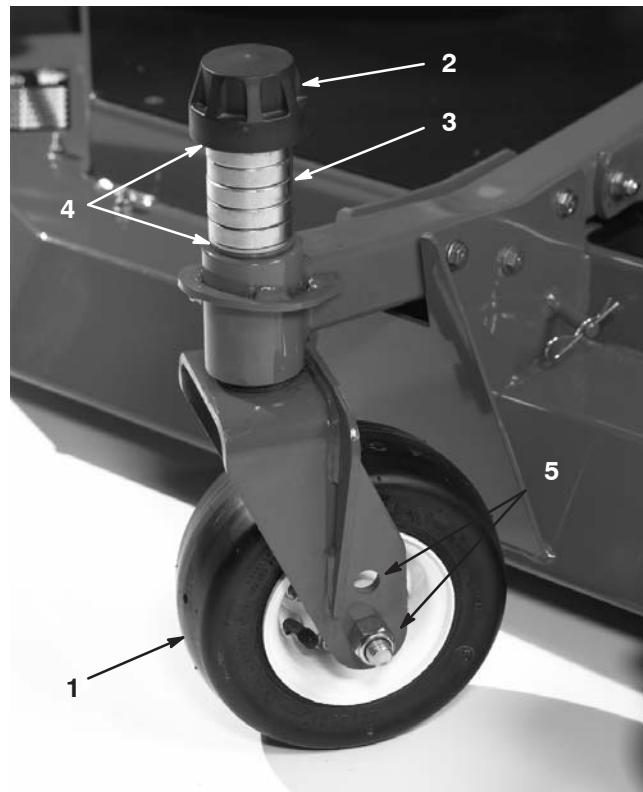

Bild 10
3. Entfernen Sie die Spannkappe von der Spindelwelle (Bild 10) und schieben die Spindel aus dem Laufradarm. Ziehen Sie zwei Beilagscheiben (3 mm) so auf die Spindelwelle, wie sie ursprünglich montiert waren. Diese Beilagscheiben sind erforderlich, um alle Mähwerke über die Breite auf ein Niveau zu bringen. Ziehen Sie die erforderliche Anzahl von 12-mm-Distanzstücken (siehe die nachstehende Tabelle) auf die Spindelwelle, um die gewünschte Schnitthöhe herbeizuführen; ziehen Sie dann die Scheibe auf die Welle auf.